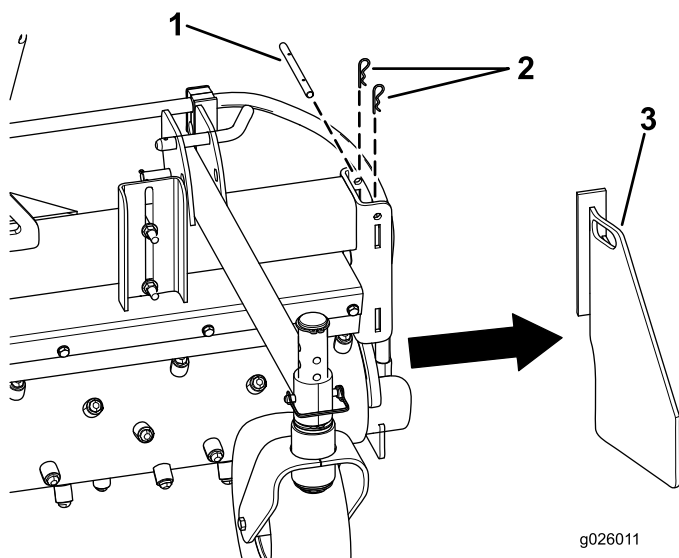

Bild 8
1. Nehmen Sie die zwei Splinte aus dem Endplattenstift heraus (Bild 8).
2. Nehmen Sie den Endplattenstift aus der Endplatte (Bild 8).
3. Entfernen Sie die Endplatte (Bild 8).